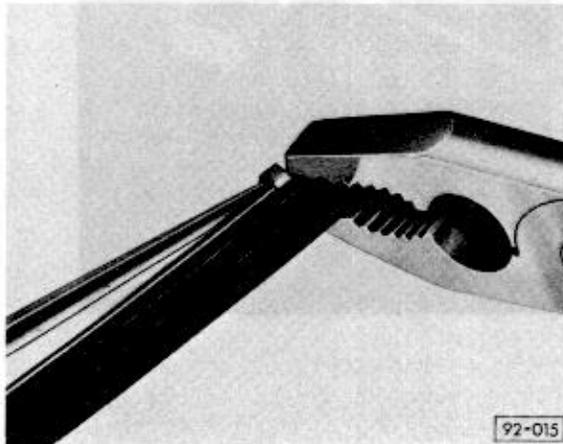

Abb. 1 Scheibenwischergummi ersetzen
- 2 – An der geschlossenen Seite des Wischgummis beide Stahlschienen mit Kombizange zusammendrücken (Abb. 1), seitlich aus der oberen Klammer herausnehmen und Gummi komplett mit Schienen aus den restlichen Klammern des Wischerblattes herausziehen.